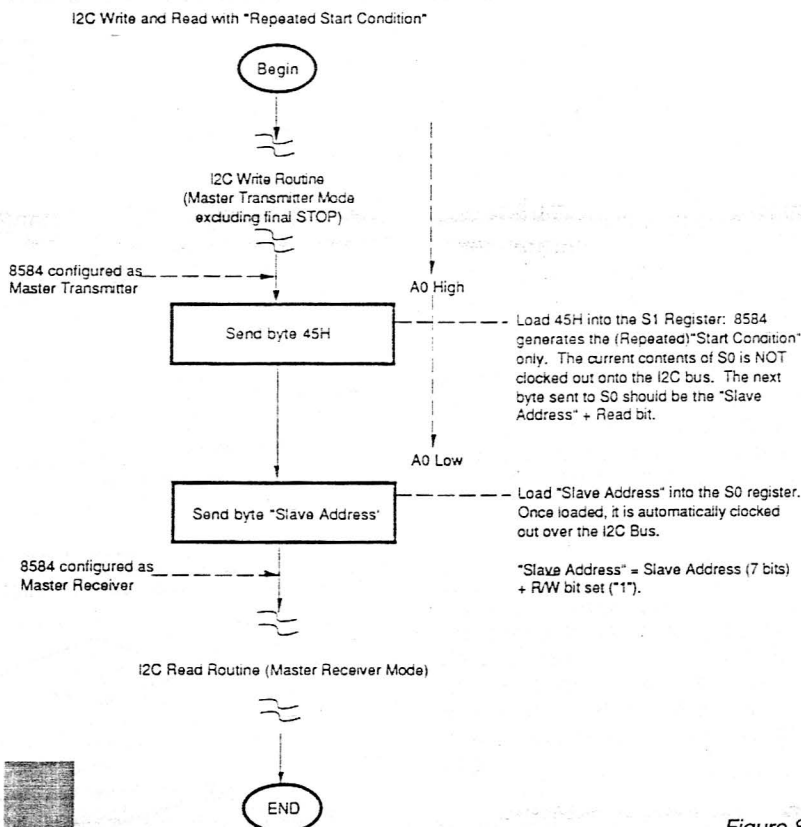

Figure 8
- Maître émetteur puis récepteur après un "re-start", **figure 8**.
Pour terminer rajoutons quelques mots au sujet de la **figure 8** qui présente le flow chart de la procédure à suivre, en mode maître, lors d'émissions de données suivies immédiatement de réceptions d'autres données.